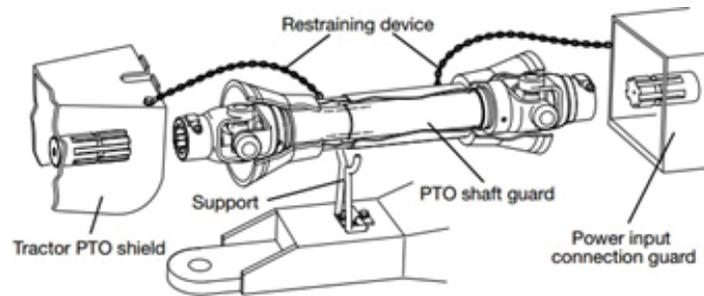

Figura 16- Conexión de cadenas de seguridad del eje cardán
- Cadenas pequeñas se suministran con la transmisión. Deben estar conectados a los protectores de la línea de transmisión interior y exterior y a la abonadora y al tractor para restringir la rotación del protector. (Figura 16)